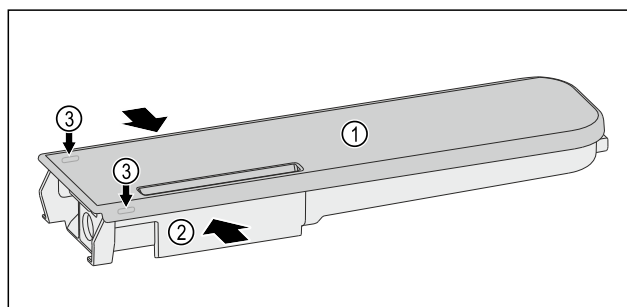

Fig. 119
- ▶ Nyomja össze a víztárolót Fig. 119 (2), és óvatosan emelje le, a fedelet Fig. 119 (1) a reteszelő fülekről Fig. 119 (3), majd húzza fel.
- Mozgassa óvatosan oda-vissza a fedelet Fig. 119 (1), majd könnyed mozdulattal vegye le felfelé.